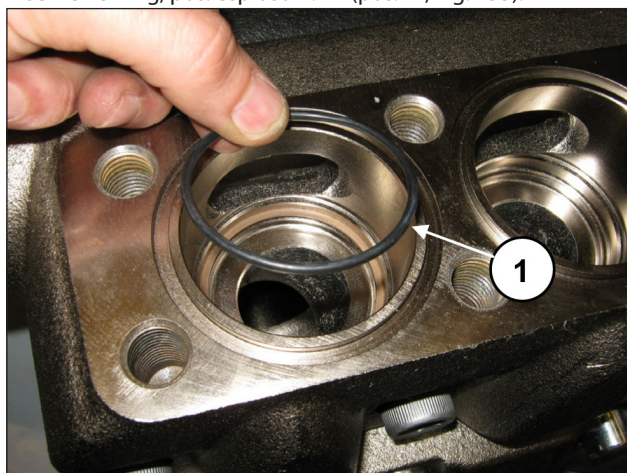

Fig. 155
Inserire l'O-ring, pos. esploso n. 24 (pos. ①, Fig. 155).